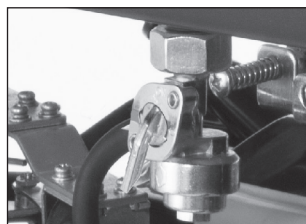

рис. 7
7. Переведите топливный кран в положение «Открыто» (рис. 7), рычаг привода воздушной заслонки в положение «Закрыто» (рис. 9).